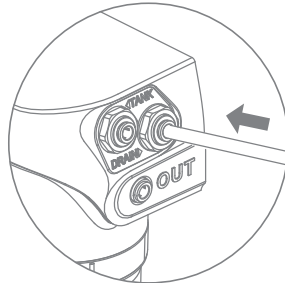

Рис. 26
- вставьте до упора трубку красного цвета одним концом в корпус фильтра с надписью «DRAIN» (рис. 26);